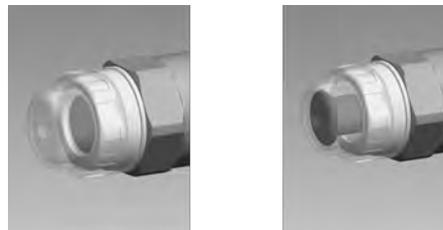

Abb. 9: Optischer Membranbruchsensoren, unausgelöst und ausgelöst
Bei den **optischen** Membranbruchsensoren springt dabei der versenkte, rote Zylinder (6) unter dem durchsichtigen Deckel (7) nach vorne, sodass er dann deutlich sichtbar wird Abb. 9.